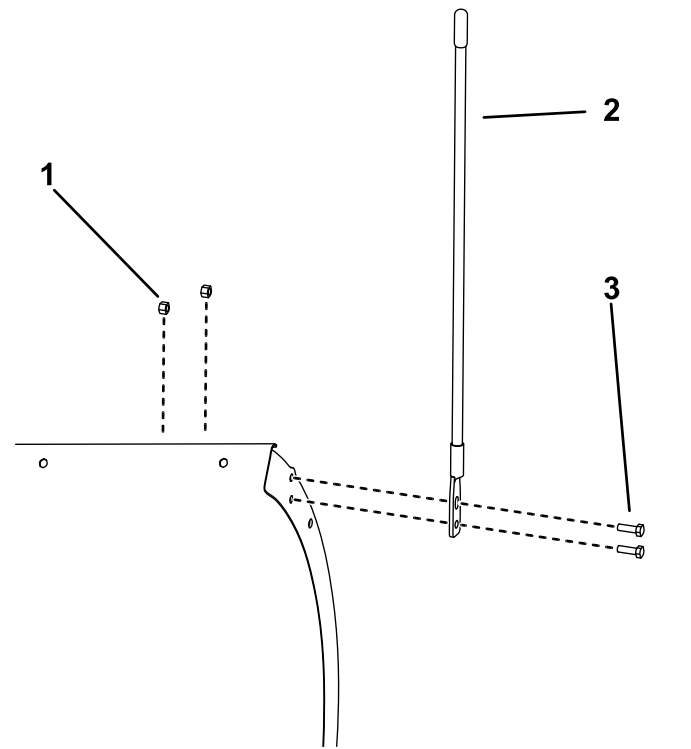

Bild 8
1. Befestigen Sie die Schneeschildführungen mit zwei Schrauben (5/16") und zwei Sicherungsmuttern am Schneeschild (Bild 8).